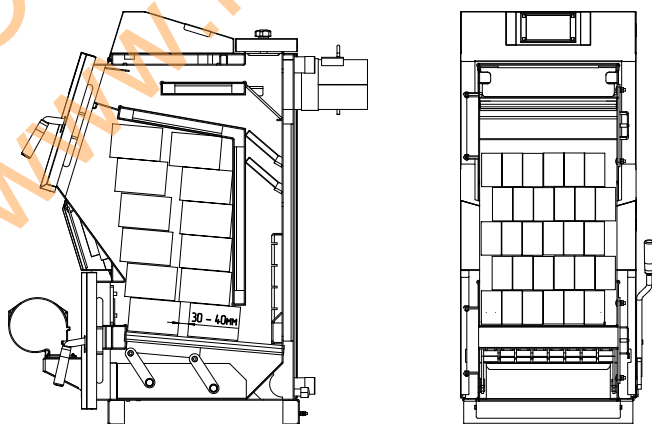
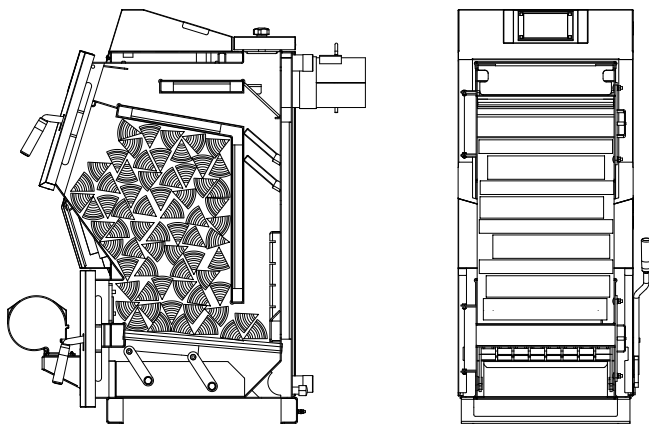
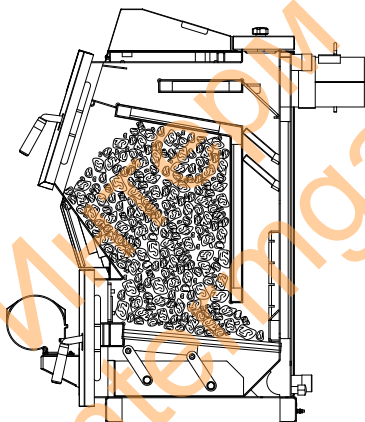

Рис.7 Схема загрузки котла древесными брикетами.
Рис.8 Схема загрузки котла дровами.
Рис.9 Схема загрузки котла углём.
Рис.7, Рис.8, Рис.9. После загрузки котла убедиться в отсутствии просыпания топлива на рамку загрузочной двери и отсутствии топлива возле загрузочной двери. После загрузки котла топливом закройте и зафиксируйте дверцу загрузочную (Рис.1 поз.3) и запустите вентилятор кнопкой «ПУСК».
8.5.6. Перед добавлением новой порции топлива убедитесь, что в топке котла заканчивается топливо, узнать о наличии топлива можно во время чистки водоохлаждаемых колосников и зольного ящика через дверцу поддувальную. Для загрузки новой порции топлива в котёл необходимо, выключить вентилятор надува нажатием кнопки «СТОП», произвести чистку колосников шуровочным механизмом, открыть дверцу поддувальную (Рис.1 поз.6), произвести чистку зольного ящика, после чистки установить его на место и закрыть дверцу зольную. Открыть дверцу загрузочную аккуратно приоткрыв её на 5-10 мм на 10-15 секунд для предотвращения хлопка пиролизных газов и заполнить топку котла топливом, равномерно распределяя его по всему объёму в соответствии с Рис.7, Рис.8, Рис.9. После загрузки котла топливом закройте и зафиксируйте дверцу загрузочную (Рис.1 поз.3) и запустите вентилятор кнопкой «ПУСК».